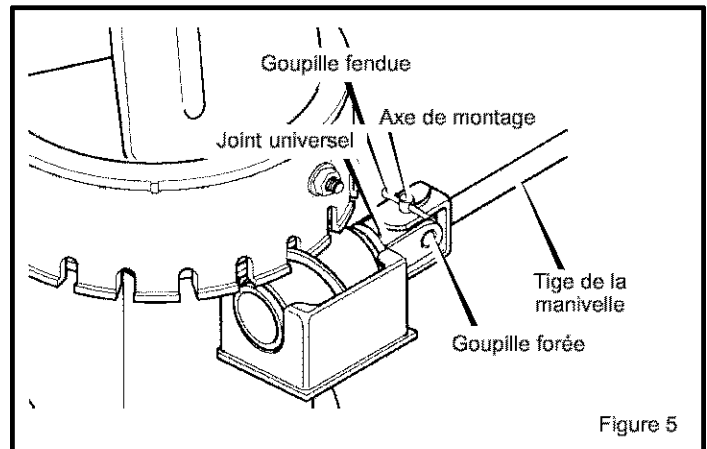

Figure 5
7. Retirer avec précaution la goupille fendue, l'axe de montage, et le joint universel de la fourche de la manivelle (Figure 5).